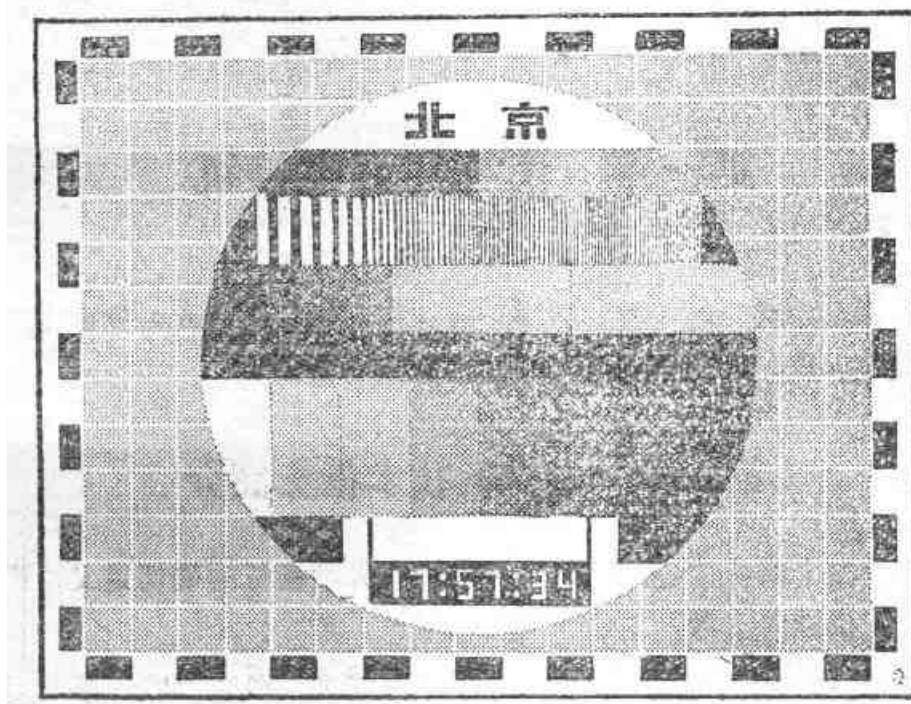

图1-1 彩色广播电视测试卡
4. **清晰度** 清晰度是指荧光屏再现图象细节的能力。可以从电视测试卡上判断电视机的清晰度。图 1-1 是在黑白电视机上看到的彩色电视测试卡。大圆内的第三部分(从上往下数)为水平清晰度线，从左至右分为五级，依次为 140 线、220 线、300 线、380 线、500 线；电视机所能看清楚的最右边的那一个等级就是这台电视机的清晰度。垂直清晰度在这个测试卡上没有具体表示，但能从扫描线的清晰程度大致评价其优劣。一般清晰度指标是：
5. **灰度等级** 可重现的灰度等级，可利用图 1-1 中大圆内第六部分的八个明暗程度不同的矩形来判别。当调整对比度和亮度后能使八个矩形从白到黑依次区分开来时，一般认为达到七级灰度，收看到的图象层次丰富、逼真。
8. **扫描非线性** 扫描非线性指电子束扫描速度不均匀的程度。从图 1-1 中看，扫描非线性表现为大圆外面的灰底白线方格的大小不均匀。根据格子不呈正方形的程度或大小不一样的程度，都能大致判断扫描非线性的大小。一般允许水平方向非线性失真不大于17%；垂直方向非线性失真不大于12%。
9. **图象几何失真** 图象几何失真指图1-1中的矩形框可能呈梯形、枕形或桶形，这与扫描非线性是有区别的。几何失真不应大于3%。
这种鉴定电视机质量的方法更为可靠。可参照图1-1,按如下方法进行。